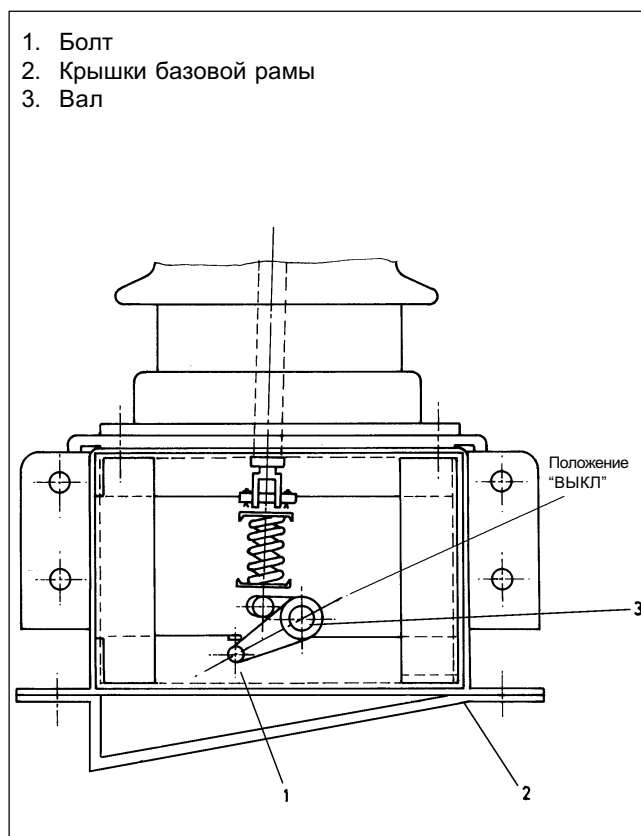

Рис. 12 Разрез базовой рамы
В первом ящике упакована базовая рама (деталь 2, рис.7) с тремя блоками ламповых переключателей (деталь 1, рис.7), которые устанавливаются в фарфоровых изоляторах. Во втором ящике находится приводная коробка силового выключателя (деталь G, рис.1), который устанавливается на несущую конструкцию. В этом ящике находятся также фундаментные болты (деталь 4, рис.5), гайки (деталь 1, рис.5), подкладные шайбы (деталь 3, рис.5) и упругие шайбы (деталь 2, рис.5), а также другие детали, поставляемые отдельно россыпью. Силовой выключатель вместе с вакуумными ламповыми переключателями упаковывается и транспортируется в открытом состоянии с дополнительными транспортными креплениями, зафиксированными на рычаге вала, а также тягой в приводной коробке, как показано на рис.12 и 10. На ящиках нанесены инструкции по подъёму, а также адрес получателя.
- (iv) На время транспортировки контакты вакуумных ламповых переключателей приведены в открытое положение с помощью пальца (деталь 1, рис. 12).
При дальнейшем монтаже силового выключателя следует удалить этот штифт с базовой рамы. Поднять базовую раму в соответствии с инструкциями по подъёму на рис.8. Удалить нижнюю крышку (деталь 2, рис.12), отвинтив болт (M6). Удалить болт (деталь 1, рис.12) с рычага. При этом следует приложить к валу (деталь 3, рис.12) незначительное усилие вниз. При удалении болта рычаг перемещается вверх благодаря давлению воздуха, действующему на сильфоны вакуумного лампового переключателя.